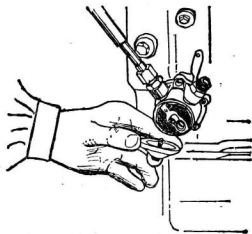

图1-10 上海760A汽油泵滤网的拆卸
(3) (图1-10) 为上海760A小客车汽油泵滤网的拆卸清洗。先松脱汽油泵盖紧固螺栓, 取下盖及滤网, 放在清洁的汽油中清洗, 汽油泵的内腔可用洁净汽油喷洗, 或用干净细布蘸汽油擦洗。最后, 检查密封垫圈和紧固汽油泵盖。